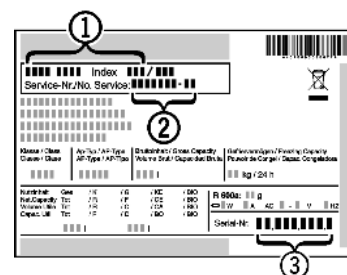

Fig. 42
- ▶ Označení přístroje *Fig. 42 (1)*, servisní číslo *Fig. 42 (2)* a sériové číslo *Fig. 42 (3)* naleznete na typovém štítku. Identifikační typový štítek je umístěn na levé vnitřní stěně přístroje.